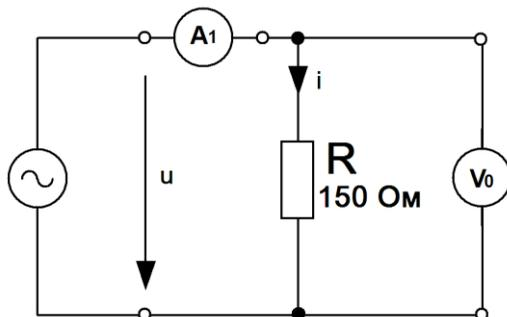

Рис.11.3 Схема цепи
• Соберите цепь согласно схеме (рис.11.3), подключите регулируемый источник синусоидального напряжения ($U = 3 \dots 7 \text{ В}$, $f = 0,2 \dots 1 \text{ кГц}$). В качестве измерительных приборов включите в схему каналы коннектора